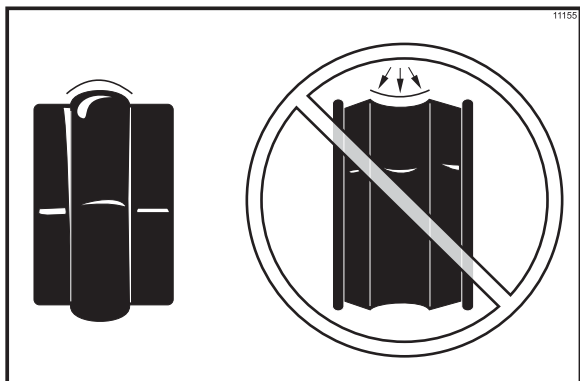

图 73
**注意：**为了保证冷冻缸后部不会泄漏奶浆，护套密封的中间部分应该凸出或从密封上向外突出。如果护套密封圈向中间部分向内凹或是密封圈的中间部分向内突出，则需调换密封圈的方向，使其内侧向外翻。（见图 73）